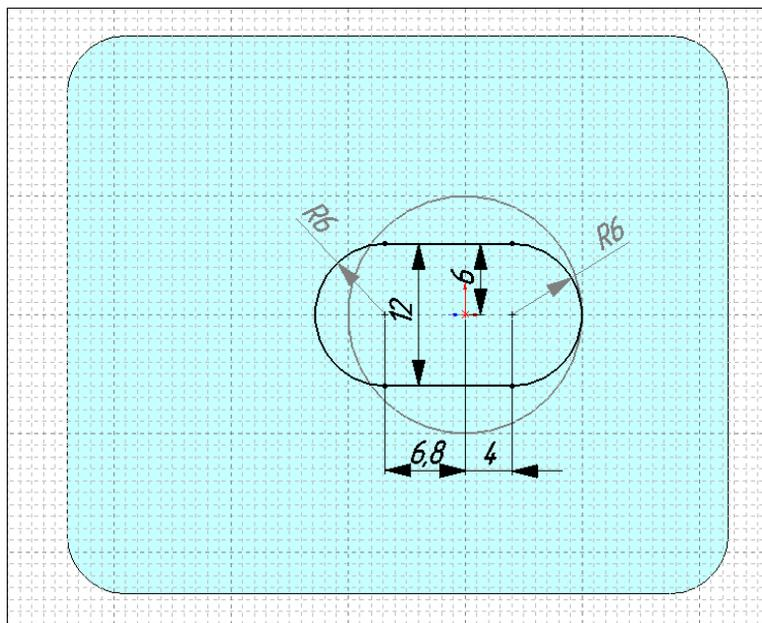

Рис. 2.86
- Построим профиль второго сечения выреза. Для этого выберем противоположную плоскость основания, войдем в эскиз и нарисуем эскиз профиля (рис. 2.86).